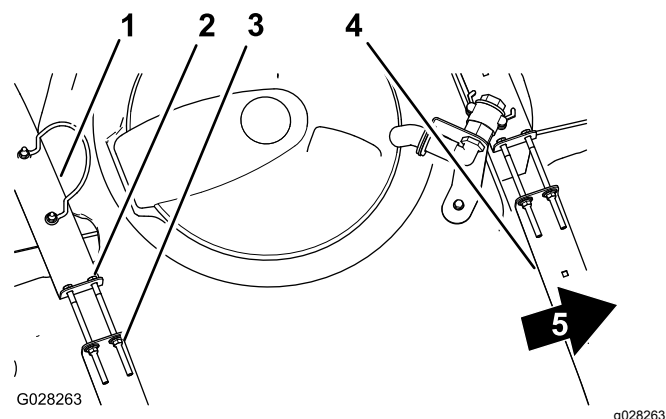

Рисунок 25
2. Убедитесь в отсутствии люфта между хомутами и баком (Рисунок 25).
3. Если хомуты вокруг бака ослаблены, затяните фланцевые контргайки и болты в верхней части хомутов заподлицо с поверхностью бака (Рисунок 25).